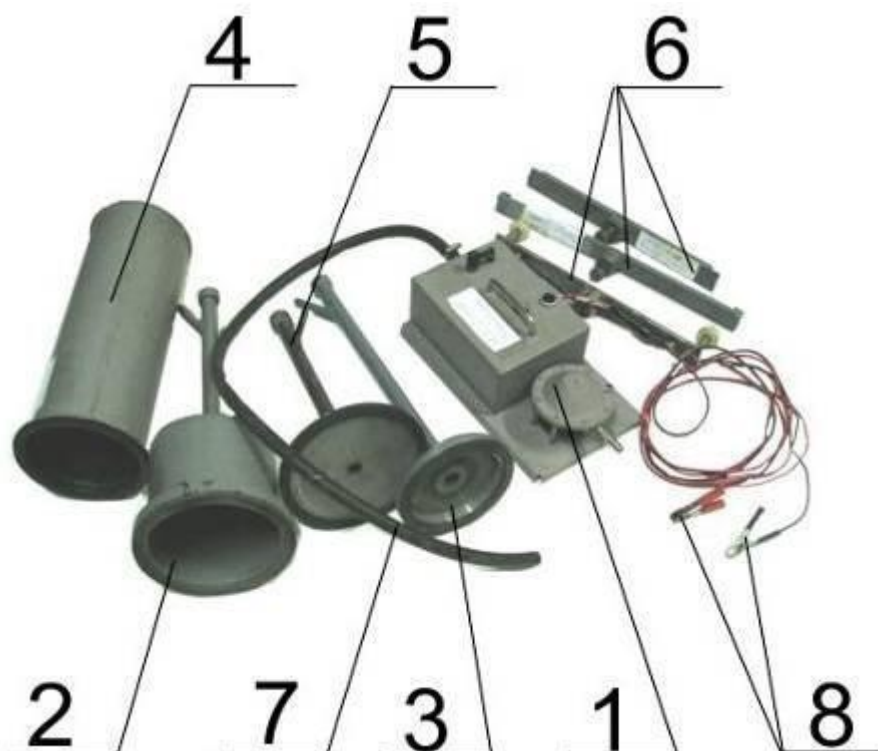

Рисунок 1. Комплект приспособления для проверки герметичности впускного тракта
6.2.2. Подсоединить клеммы проводов (рисунок 1, поз.8) к АКБ а/м КАМАЗ, соблюдая полярность: красный провод к «+», черный к «-»;
6.2.5. С началом интенсивного дымообразования подсоединить гибкий шланг 7 (рисунок 1) к штуцеру заглушки. Заполнить систему смесью дыма с воздухом. Источником сжатого воздуха может служить ресивер автомобиля или промышленная сеть сжатого воздуха с давлением 0,8МПа (8атм). Сжатый воздух